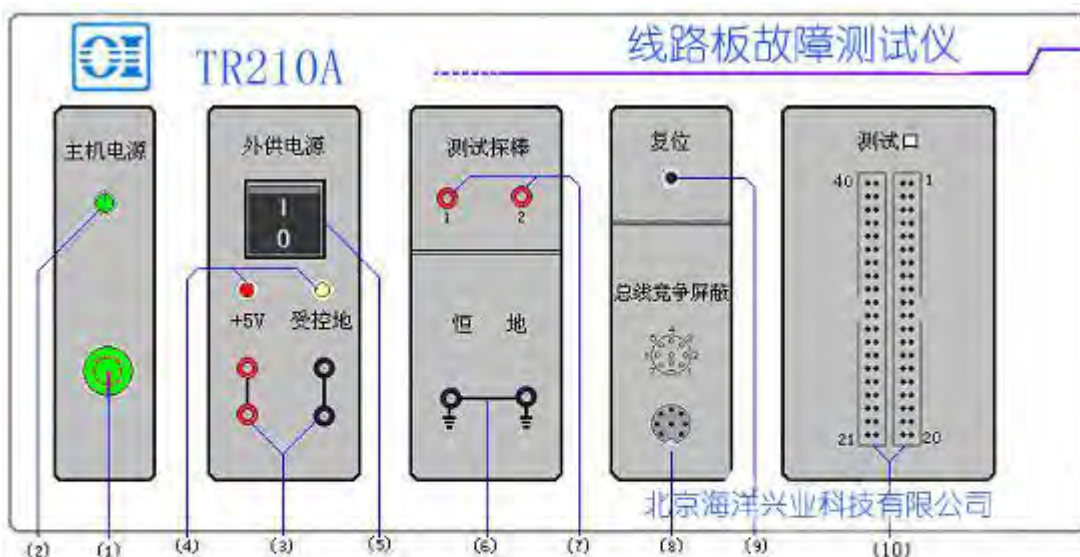

图 1-1
1.1.1 测试仪前面板示意图如图 1-1 所示：
由图 1-1 可见，前面板有如下几部分：